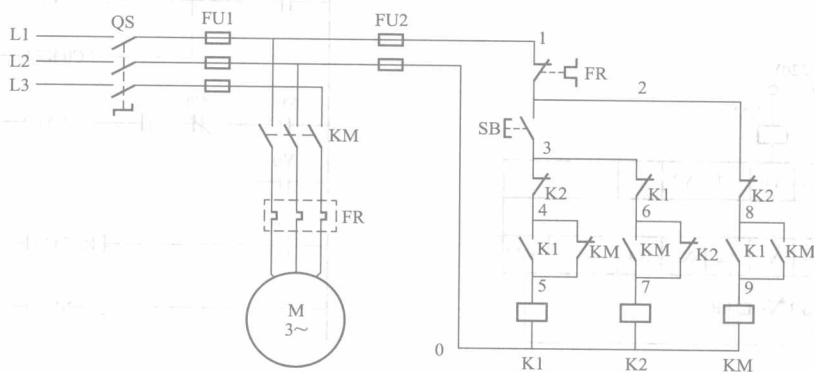

图 1 三相异步电动机单按钮起停控制电路原理图
**原理图** 三相异步电动机单按钮起停控制电路原理图如图 1 所示。
**控制原理** 在图 1 电路中，当按一下三相异步电动机的控制按钮 SB 时，中间继电器 K1 线圈通电，3 号线与 6 号线之间中间继电器 K1 的动断触点首先断开切断中间继电器 K2 线圈回路的电源，然后 4 号线与 5 号线之间的动合触点闭合自锁，8 号线与 9 号线之间中间继电器 K1 的动合触点闭合，接通接触器 KM 线圈的电源，接触器 KM 闭合并自锁，电动机 M 通电运转。同时接触器 KM 在 4 号线与 5 号线之间动断触点断开，在 6 号线与 7 号线之间的动合触点闭合，为下一次按下控制按钮接通中间继电器 K2 做好准备。